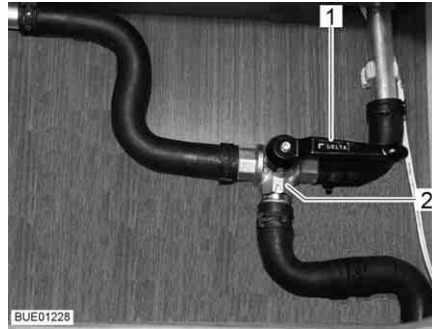

Fig. 171 Valvola a 3 vie
- Posizionare la leva (Fig. 171,1) della valvola a 3 vie (Fig. 171,2) parallela alla direzione di flusso diritta (Fig. 171).
- Posizionare la leva (Fig. 171,1) della valvola a 3 vie (Fig. 171,2) trasversale alla direzione di flusso diritta.